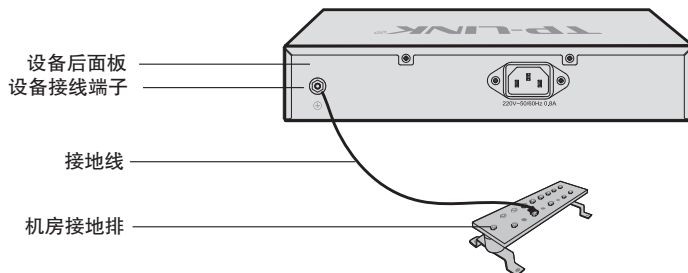

图2-4 接地排连接示意图
- 如果在机房中安装TP-LINK企业级钢壳产品, 且机房中有专用的接地排, 应首先考虑使用接地线将设备与接地排连接, 如图2-4所示。